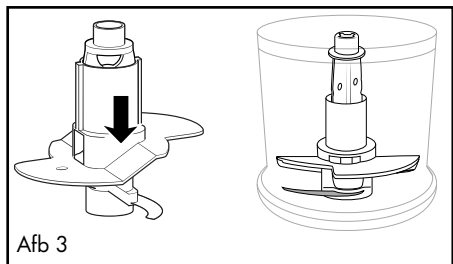

Afb. 1
- Voor 100 ml slagroom steekt u deze zodanig op de meshouder **6**, dat het garde-opzetstuk **11** op beide messen **8** rust en vastklikt (afb. 1):